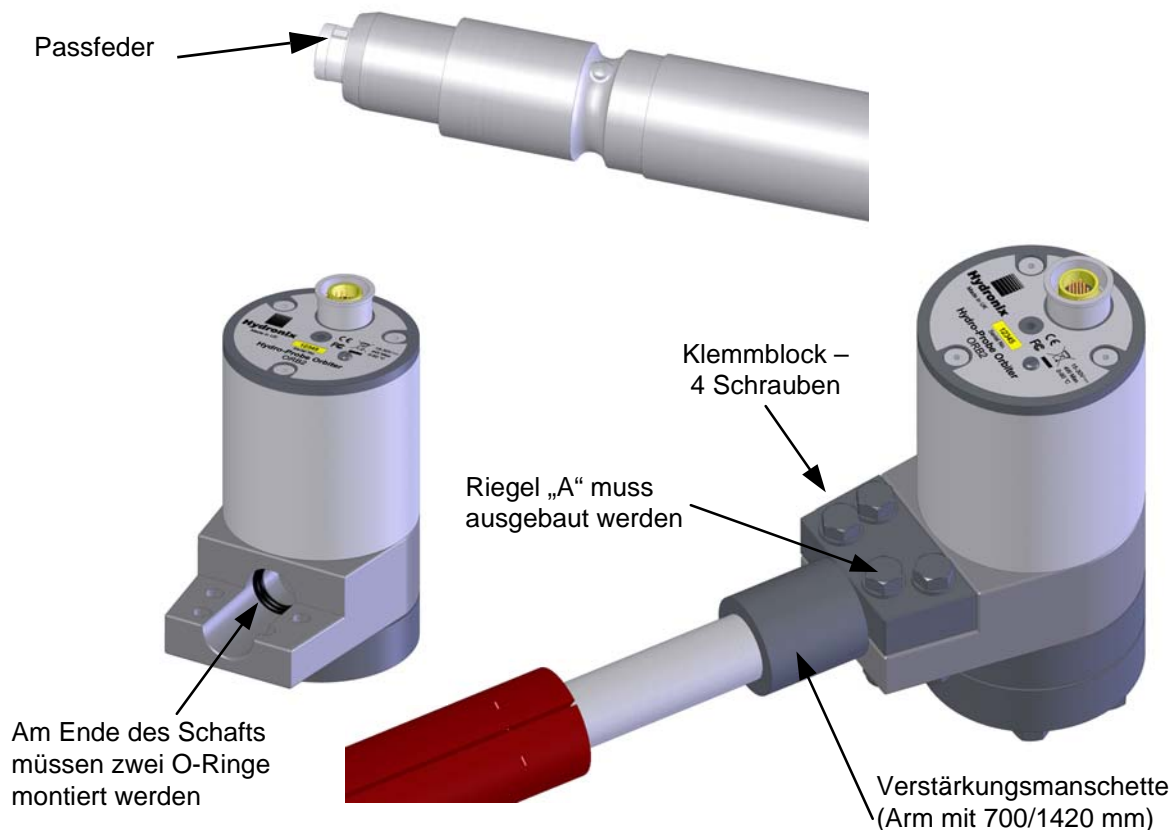

Abbildung 2: Montage des Sensorarms am Sensorkopf
Ein ergänzendes Merkmal zum 700-mm-Sensorarm ist eine Verstärkungsmanschette, die über die Oberseite des Arms passt (siehe Figure 2). Sie steigert die Stabilität des Arms.
- Lösen Sie die 4 Sensorarm-Klemmbolzen vom Kopf, und entfernen Sie Halteschraube (A).
- Bauen Sie die beiden O-Ringe ein. Diese müssen sich auf der Innenseite der Klemmblöcke an der in Figure 2 gezeigten Stufe befinden.